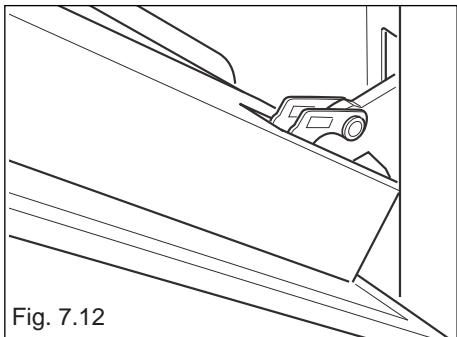

Fig. 7.12
- Assurez-vous que la porte est verrouillée en position ouverte (voir la figure 7.12).